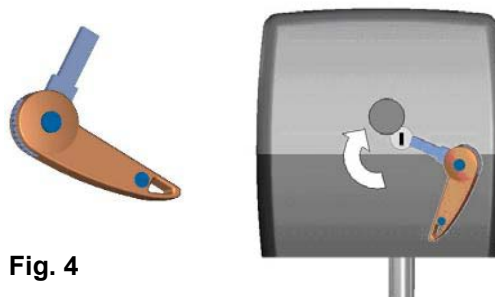

Fig. 4
- Inserire la chiave in dotazione nell'apposita serratura posta sul retro del motore (V. Fig. 4) .